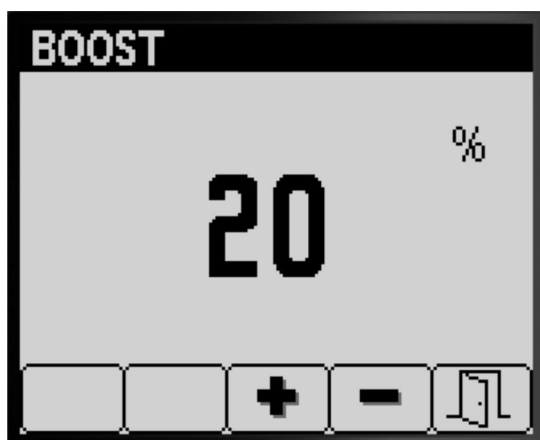

Figura 9
2. Apăsai butonul 4 pentru a selecta setarea Boost % (% amplificare) (Figura 9).
3. Apăsai butonul 3 sau 4 pentru a crește sau a scădea procentul de boost (amplificare) (Figura 9).